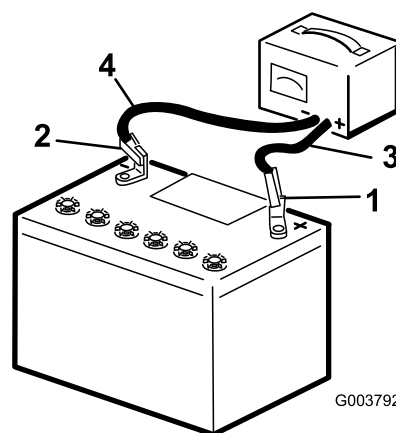

Figura 38
- Caricate la batteria per 10 o 15 minuti a 25 – 30 A o 30 minuti a 4 – 6 A (Figura 38). Non sovraccaricate.
- Quando la batteria è completamente carica, staccate il caricabatterie dalla presa elettrica e scollegate i cavi di ricarica dai poli della batteria (Figura 38).